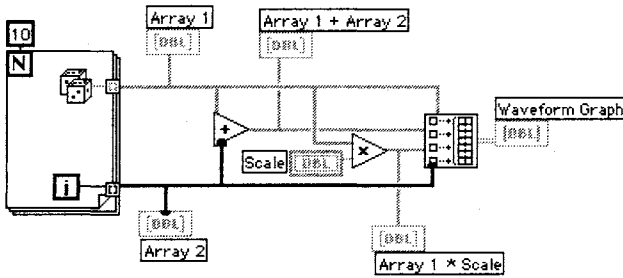

Рис. 7.30
4. Постройте блок-диаграмму, как показано на рис. 7.30. Будьте внимательны: соединение элементов может быть довольно запутанным. В цикле с фиксированным числом итераций автоиндексирование задействовано по умолчанию, поэтому массивы будут создаваться автоматически.